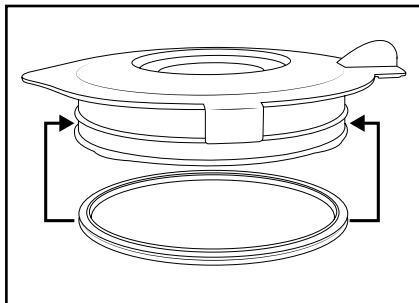

Fig. 3
- Pulire il tappo dosatore 1 e il coperchio 2 con una soluzione saponosa delicata. Per la pulizia manuale è possibile togliere la guarnizione in gomma 9. Assicurarsi che la guarnizione in gomma 9 sia posizionata di nuovo correttamente prima di riutilizzare il coperchio 2 (fig. 3).